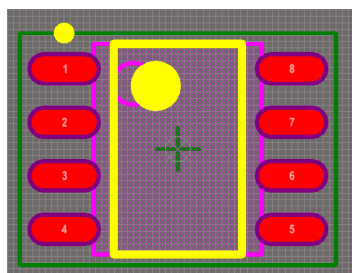

图 19-8 PL-2303SA 的封装
4) 连续单击 Next 按钮，进入余下各界面，保持其中的各项默认设置不变，直到最后的完成界面，单击 Finish 按钮，即创建一个名称为 SOP127P600-8N 的封装。最终完成的封装如图 19-8 所示。